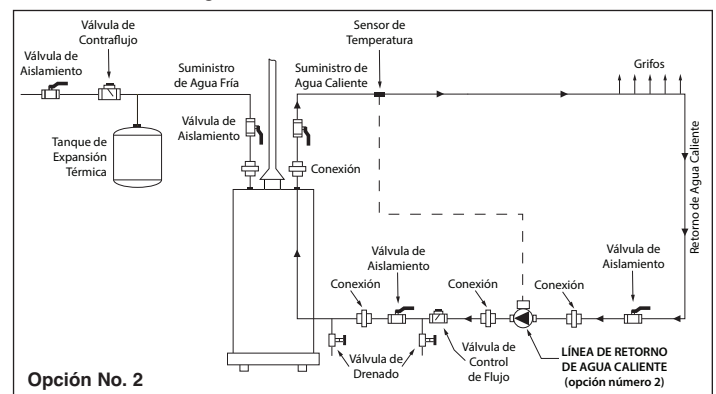

Figura 3: Diagrama de instalación (solamente para la explicación)
**Línea de Retorno de Agua Caliente (Opción No. 2)** - Instale el SmartPlus en la tubería de retorno de agua caliente sanitaria (DHW) hacia la fuente de agua caliente sanitaria. El sensor externo suministrado con el SmartPlus debe instalarse en la línea de suministro de agua caliente sanitaria. Consulte la Figura 3 a continuación.
1. Instale el SmartPlus en línea en la línea de retorno de agua sanitaria como se muestra en la Figura 3. Asegúrese de que la flecha direccional en la carcasa esté instalada con la flecha apuntando hacia la fuente de agua caliente.
2. Instale todos los demás componentes del sistema como se muestra en el diagrama de tuberías de la Figura 3.